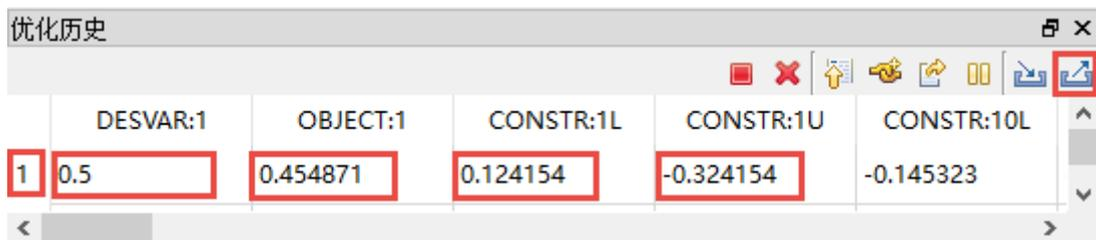

图 3.20 优化历史界面
② 模型修正。建立好优化模型之后，开始优化，对模型进行修正。右键点击“5 修正”，选择“优化”，修正优化开始，经过一段时间后，弹窗提示“模型修正完成”，优化完成。
③ 查看优化结果。在优化过程中，优化历史界面会显示每一步优化的信息，如图 3.20 所示。最左边的“1”表示第一步优化，往右依次是该步设计变量值、目标函数值、约束函数值等。